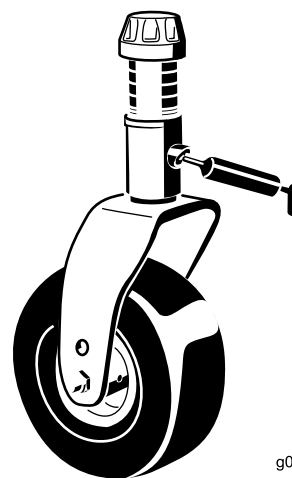

Figura 37
- Dois casquilhos de eixo da forquilha da roda giratória (Figura 37)